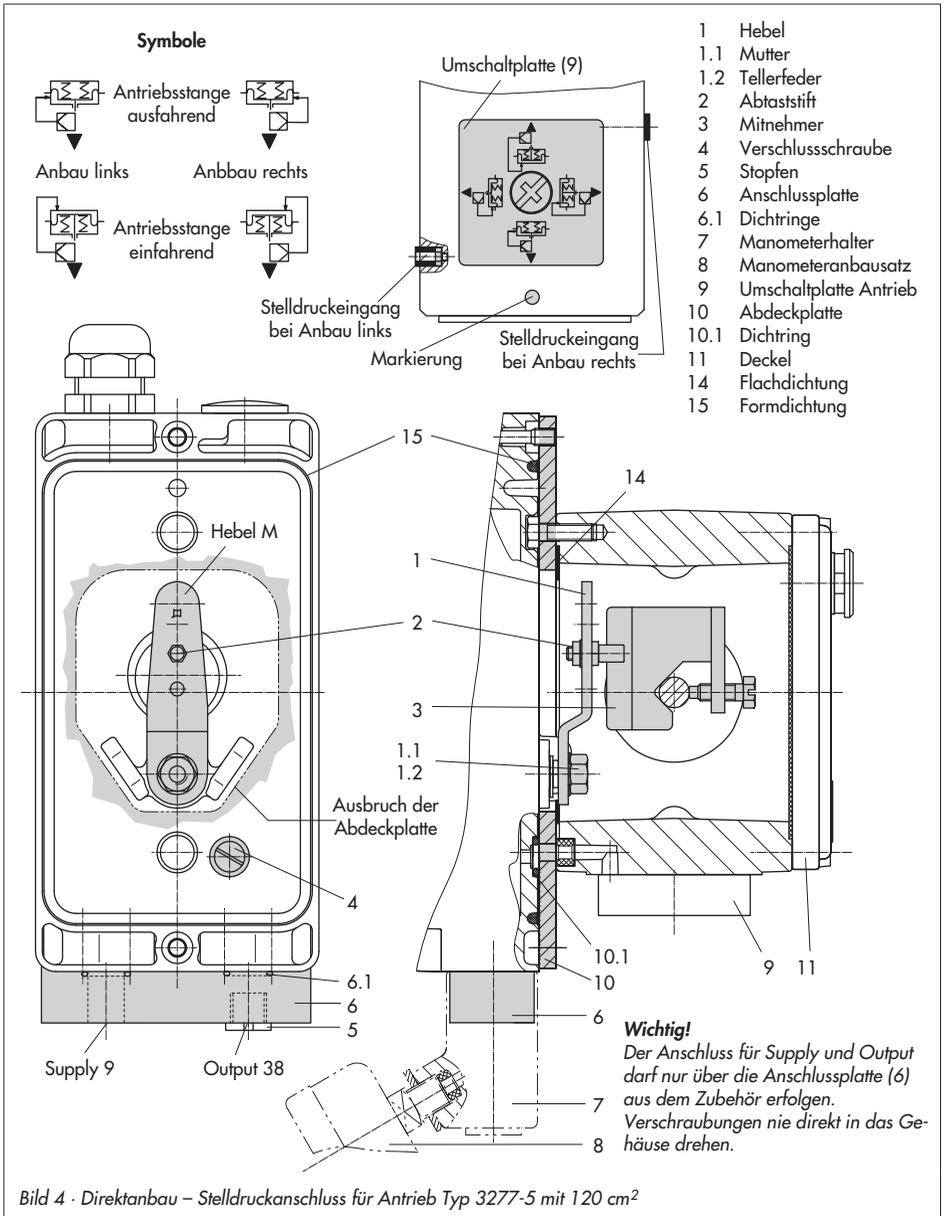

Bild 4 · Direktanbau – Stelldruckanschluss für Antrieb Typ 3277-5 mit 120 cm2
1. Anschlussplatte (6) oder Manometerhalter (7) mit Manometern am Stellungsregler montieren, auf richtigen Sitz der beiden Dichtringe (6.1) achten.
2. Verschlusschraube (4) auf der Stellungsreglerrückseite entfernen und den Stelldruckausgang „Output 38“ an der Anschlussplatte (6) bzw. am Manometerhalter (7) mit dem Stopfen (5) aus dem Zubehör verschließen.
3. Mitnehmer (3) an die Antriebsstange setzen, ausrichten und so festschrauben, dass die Befestigungsschraube in der Nut der Antriebsstange sitzt.
4. Abdeckplatte (10) mit schmaler Seite des Ausbruches (Bild 4 links) in Richtung zum Stelldruckanschluss befestigen, die